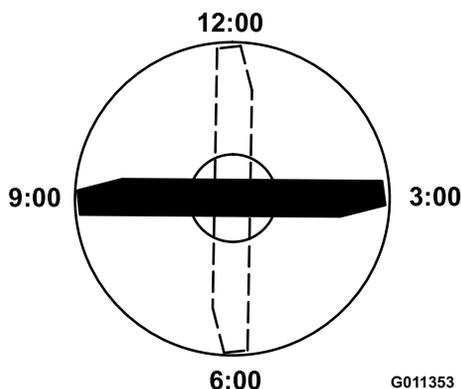

Figura 88
4. Posicione a extremidade de corte da extremidade marcada da lâmina nas 12 horas (a direito na direção do corte) (Figura 88) e meça a altura da mesa à extremidade de corte da lâmina.
5. Rode a extremidade marcada da lâmina para as posições das 3 horas e das 9 horas (Figura 88) e meça as alturas.